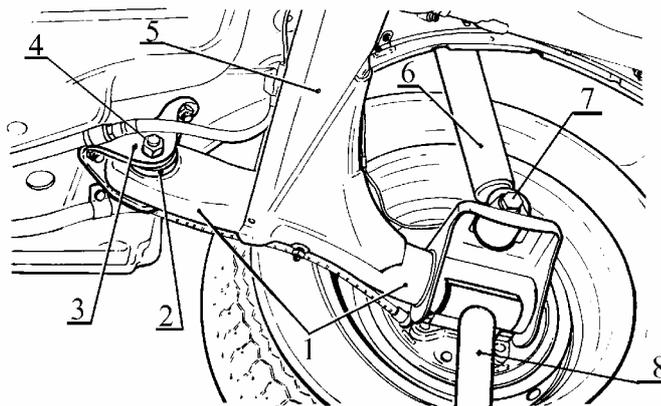
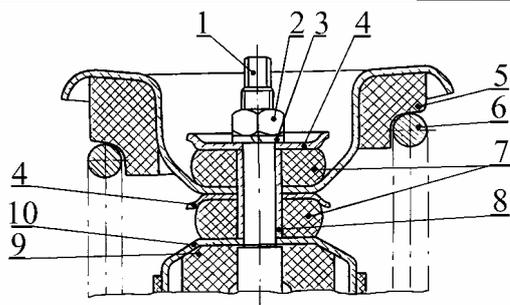

Рис.8. Элементы задней подвески:
Рис.9. Элементы крепления заднего амортизатора к кузову:
| <p>6.2 Установка стабилизатора поперечной устойчивости</p> <p>6.2.1 Выполнить операции по пп.6.1.3 – 6.1.5 в последовательности, обратной снятию. При этом (ключи моментные):</p> <ul style="list-style-type: none"> - момент затяжки гайки крепления стойки стабилизатора – 45...50 Н.м (4,5...5,0 кгс.м); - момент затяжки гайки крепления штанги стабилизатора к кузову – 15...16 Н.м (1,5...1,6 кгс.м). <p>6.2.2 Установить на фланец приемной трубы с нейтрализатором в сборе новую прокладку, присоединить дополнительный глушитель, установить экран приемной трубы и пластину контрящую. Завернуть и затянуть гайки крепления дополнительного глушителя. Момент затяжки гаек крепления глушителя – 22...25 Н.м (2,2...2.5 кгс.м) (головка сменная 13, вороток и удлинитель, ключ моментный).</p> <p>7 ЗАДНЯЯ ПОДВЕСКА В СБОРЕ – СНЯТИЕ / УСТАНОВКА, РАЗБОРКА/СБОРКА</p> <p>7.1 Снятие задней подвески</p> <p>7.1.1 Установить автомобиль на подъемник, выключить зажигание (подъемник электрогидравлический типа ПВ-3-Т-СП, грузоподъемностью 3 т).</p> <p>7.1.2 Снять колпаки задних колес (при наличии) и ослабить болты крепления задних колес (отвертка плоская, головка сменная 19, вороток и удлинитель).</p> <p>7.1.3 Вывесить автомобиль, отвернуть болты крепления задних колес и снять колеса (головка сменная 19, вороток и удлинитель или гайковерт).</p> <p>7.1.4 Отвернуть гайки и отсоединить тросы привода стояночного тормоза от уравнителя тросов (ключи гаечные 13 – 2 шт.).</p> <p>7.1.5 Отвернуть гайки и отсоединить скобы крепления тросов привода стояночного тормоза от кузова и от рычагов задней подвески (гайковерт, головка сменная 10 или ключ торцовый 10 мм 67.7812-9521, плоскогубцы).</p> <p>7.1.6 Отвернуть наконечники от штуцеров и отсоединить тормозные шланги от трубопроводов на рычагах задней подвески, вставить в отверстия шлангов и трубопроводов технологические заглушки (ключи гаечные 10, 15, заглушки технологические).</p> <p>7.1.7 Снять стопорную шайбу серьги рычага привода регулятора давления задних тормозов, плоскую шайбу и серьгу с пальца кронштейна привода регулятора давления и отсоединить рычаг упругий привода регулятора давления задних тормозов от кронштейна рычага задней подвески (отвертка плоская, плоскогубцы).</p> <p>7.1.8 Установить под рычаги 1, рис.8, задней подвески подставки 8 и опустить автомобиль до начала сжатия пружин (подставка типа 67.7822-9512 – 2 шт.).</p> <p>7.1.9 Снять спинки задних сидений (или наклонить вперед), застопорить штоки 1, рис.9, и отвернуть гайки 2 крепления амортизаторов к кузову. Снять пружинные шайбы 3, верхние шайбы 4 подушек и верхние резиновые подушки 7 (ключ 17 кольцевой, ключ А.57070).</p> | | | | | | | | | |
7.1.10 Поднять автомобиль, отвернуть болты 7, рис.9, отсоединить амортизаторы от рычагов задней подвески, снять амортизаторы с пружинами 6, рис.2, прокладки 5 изолирующие, втулки 8, шайбы 4 нижние, подушки резиновые 7 нижние, кожухи 10 амортизаторов и буферы 9 хода сжатия (головка сменная 19, вороток трещоточный, ключ гаечный 19).
7.1.11 Отвернуть гайки 4, рис.8, болтов крепления рычагов 1 в кронштейнах 3 кузова и снять с болтов пружинные шайбы (головка сменная 19, вороток трещоточный, гайковерт, ключ кольцевой 19).
7.2.4 Установить рычаги 1, рис.8, задней подвески в кронштейны 3 кузова, закрепить их болтами, установить на болты пружинные шайбы и завернуть, не затягивая окончательно гайки 4 болтов крепления рычагов задней подвески в кронштейнах кузова. Операцию производить двумя исполнителями (головка сменная 19 и вороток трещоточный, гайковерт, ключ 19 кольцевой, молоток).
7.2.5 Установить подставки 8 под рычаги 1, опустить автомобиль и завести штоки 1, рис.9, амортизаторов в отверстия арок колес (подставка типа 67.7822-9512 – 2шт.).
7.2.10 Установить автомобиль на четырехстоечный подъемник, усилием рук прожать заднюю подвеску 2-3 раза, прикладывая нагрузку от 400 до 500 Н (от 40 до 50 кгс) к заднему бамперу, затянуть гайки 4, рис.8, болтов крепления рычагов задней подвески к кронштейнам кузова (подъемник электромеханический типа П-178Д-03, грузоподъемностью 3,5 т). Момент затяжки гайки болта крепления рычагов задней подвески к кронштейнам кузова – 80...95 Н.м (8,0...9,5 кгс.м) (головка сменная 19, ключ 19 кольцевой, ключ моментный).
8.1.5 Снять (или наклонить вперед) спинки задних сидений, застопорить штоки 1, рис.9, амортизаторов и отвернуть гайки 2 крепления амортизаторов к кузову. Снять шайбы 3 пружинные, верхние шайбы 4 подушек и верхние резиновые подушки 7 (ключ 17 кольцевой, ключ специальный А.57070).